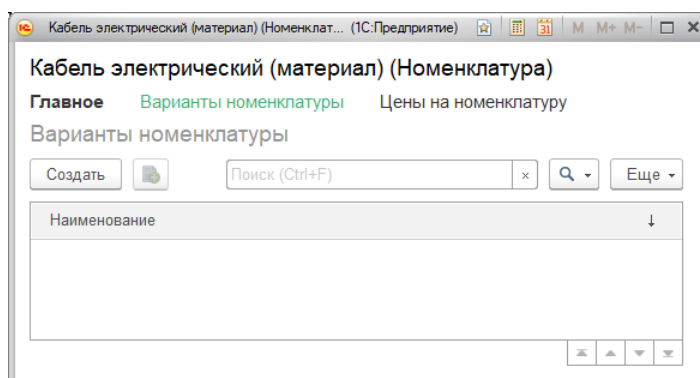

Рис. 9.3 Список вариантов номенклатуры
1. Проверьте результат изменений в режиме 1С:Предприятие. Форма списка вариантов номенклатуры будет иметь следующий вид (рис. 9.3).